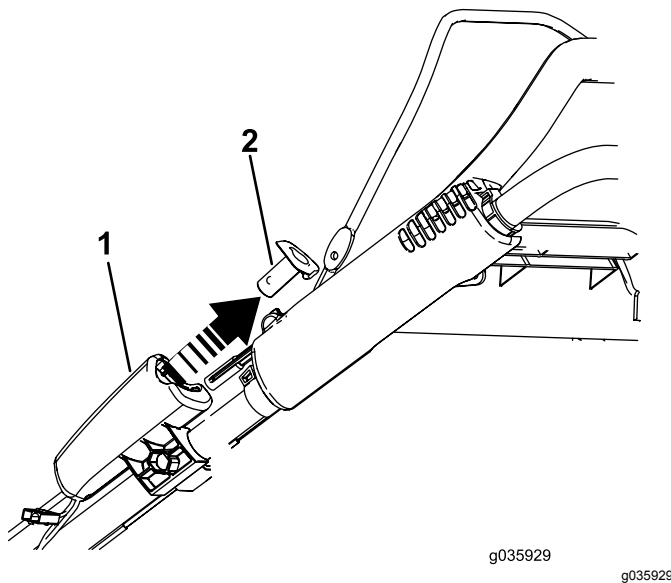

Figura 22
1. Retire el botón de arranque eléctrico como se muestra en Figura 22 (modelo de arranque eléctrico solamente).